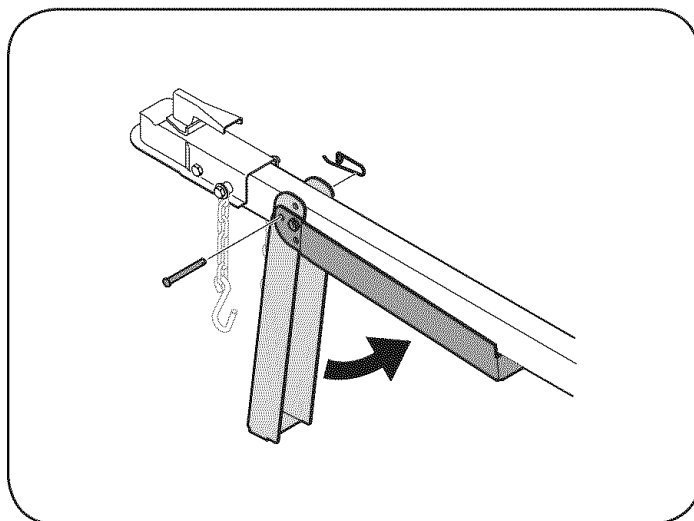

Figura 4-4
3. Apoyar la lengüeta y pivotear el soporte del gato contra la lengüeta. Ver la Figura 4-4.
4. Asegurar con el broche a resorte y la clavija de la horquilla previamente extraídos. Ver la Figura 4-4.